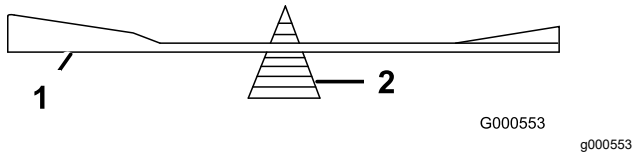

Figure 36
2. Vérifiez l'équilibre de la lame en la plaçant sur un équilibreur (Figure 36).